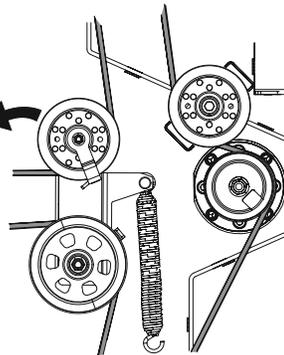

Figura 45
9. Tire del lado derecho de la correa de la PTO hacia atrás y coloque el lado V angosto de la correa de la PTO en la polea de la PTO. Consulte la Figura 45.